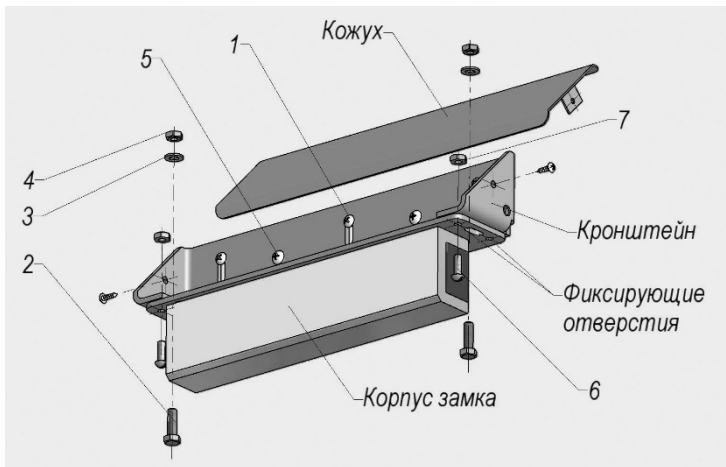

Рис. 8 Крепление корпуса замка с помощью монтажного комплекта МК AL-350FB
- **монтажный комплект МК AL-350FB** для крепления корпуса замка (рис.8): кронштейн, кожух и комплект крепежа;
Предварительное крепление кронштейна к дверной коробке выполняется через регулировочные пазы с помощью саморезов (поз 1. рис. 8). Корпусная часть с помощью крепежа (2, 3, 4) устанавливается на кронштейн. Регулировкой положения корпуса относительно якоря в двух плоскостях необходимо добиться при закрытой двери полного совмещения рабочих поверхностей якоря и корпуса, после чего кронштейн закрепляется с помощью саморезов (5) на дверной коробке. Корпус фиксируется на кронштейне винтами и гайками (6 и 7), для чего в кронштейне сверлятся отверстия диаметром 4 мм по месту фиксирующих отверстий на пластине.